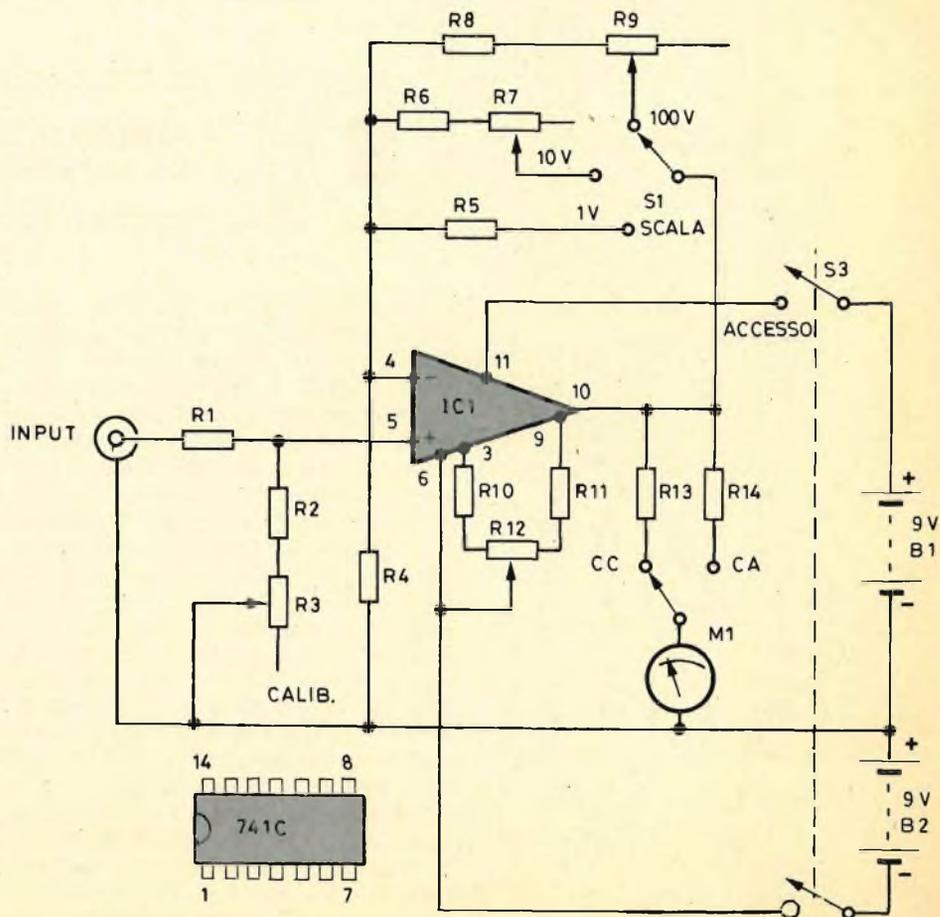
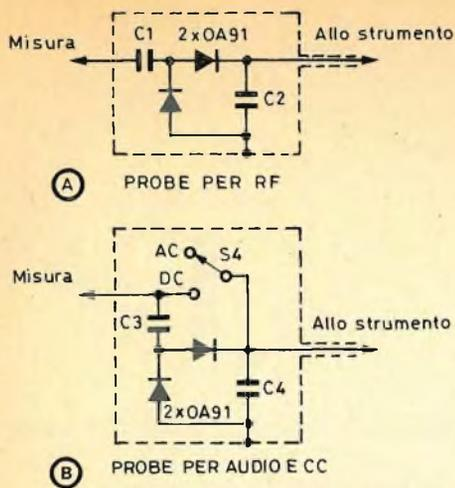

Fig. 1 - Schema elettrico generale.
Fig. 2 - Schema elettrico dei probes.
Osserviamo ora il circuito elettrico generale, fig 1 e quello dei probes fig. 2. Il merito delle interessanti prestazioni, va ascritto principalmente al buon utilizzo di un comune amplificatore operazionale "741", ovunque reperibile a basso prezzo, che tra l'altro consente anche d'impiegare un indicatore da 1 mA (M) assai piú robusto ed assai meno costoso dei modelli da 250 μ A, oppure 100 μ A sovente usati nei circuiti analoghi. Sempre grazie all'IC, è possibile mettere in opera una forte controreazione che mantiene stabili le funzioni anche negli utilizzi difficili. La commutazione CC/CA, si ottiene tramite S2 (nell'indicatore) ed S4 (nella sonda "B"). R12 serve per l'azzeramento da farsi prima di ogni misura, ed R3 è un elemento di calibrazione, da regolare una volta per tutte. Il lettore si chiederà probabilmente perchè le sonde siano due, e lo spieghiamo subito. Per ottenere una buona risposta alle tensioni alternate ed ai segnali dalla frequenza molto bassa, il condensatore di ingresso doveva essere ampio, come quello da 1 μ F che si vede nel circuito "B" di figura 2. Tale condensatore sarebbe però stato eccessivo nel funzionamento RF, ed infatti, come si vede